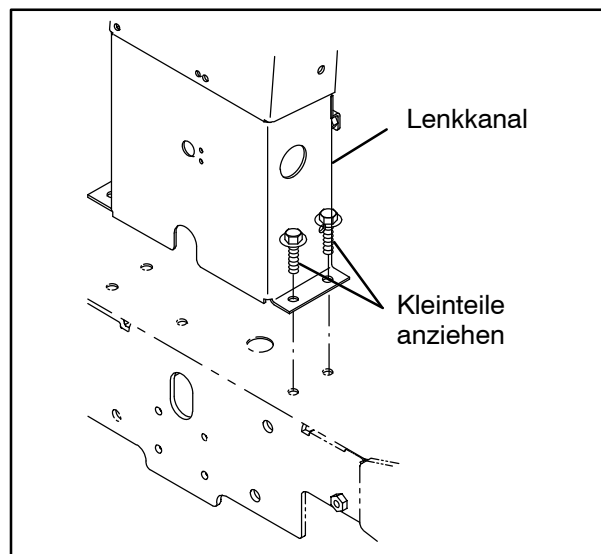

ABB. 59
21. Setzen Sie den Lenkanal wieder in die Maschine ein. Ziehen Sie die Kleinteile des Lenkanals mit 37-48 Nm / 27,3-35,4 ft lbs fest. (Abb. 59)